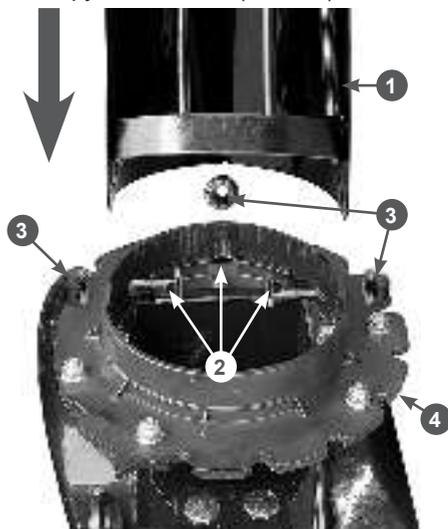

Рис. 14 Установка жёлоба выброса снега
- установите жёлоб 1 выброса на поворотный фланец 4 кожуха шнеков. Совместите отверстия во фланце и жёлобе, вставьте в образовавшиеся отверстия изнутри наружу болты 2 и закрутите гайки 3 (Рис. 14).